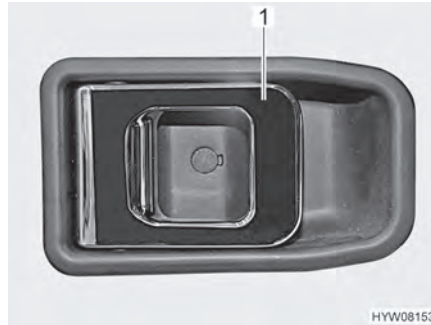

Bild 34 Türschloss (Fahrertür innen)
**Öffnen:** ■ Am Griff (Bild 34,1) ziehen. Das Türschloss wird entriegelt bzw. geöffnet.
**Verriegeln:** ■ Den Griff (Bild 34,1) drücken. Das Türschloss wird verriegelt.